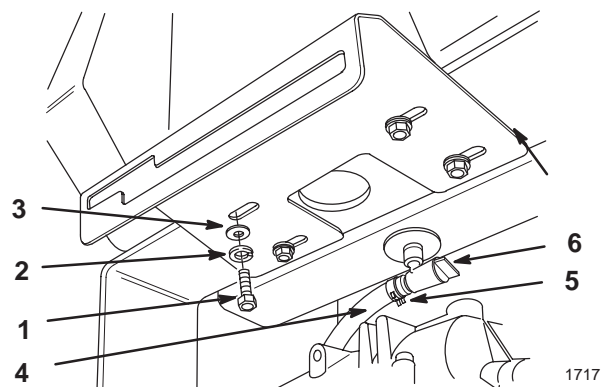

Figure 2
2. Fixer le panneau de commande et le réservoir d'essence à la traverse arrière au moyen des 4 boulons de 7/8 po. (22,5 mm) avec leurs rondelles et rondelles de blocage (Fig. 2).
3. Glisser le collier de serrage sur le flexible d'alimentation (Fig. 2). Enfoncer le flexible d'alimentation sur le raccord du réservoir et l'attacher au moyen du collier de serrage (Fig. 2).